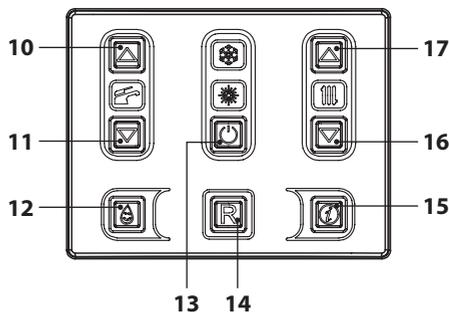
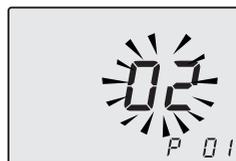

Figura 5.37
Figura 5.38
- Entrare in "modalità programmazione" premendo contemporaneamente per 10 secondi i tasti 13-16-17 (Figura 5.37) fino a far apparire sul display LCD le lettere **P01** e il valore del parametro, indicanti l'entrata nel "parametro 01" (Figura 5.38).
- Premendo il tasto 13 (Figura 5.37) si ottiene la conferma del valore inserito.